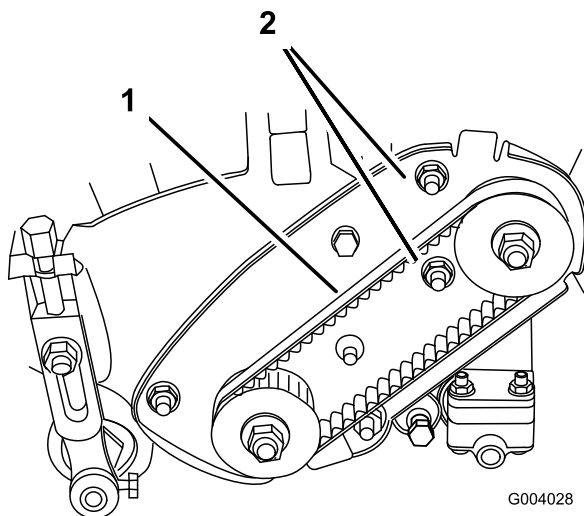

Figura 34
A. Afloje las tuercas de montaje del alojamiento del cojinete (Figura 34)
C. Sin variar el ajuste de la llave dinamométrica, apriete las tuercas de montaje del alojamiento del cojinete (Figura 34) No tense demasiado la correa.